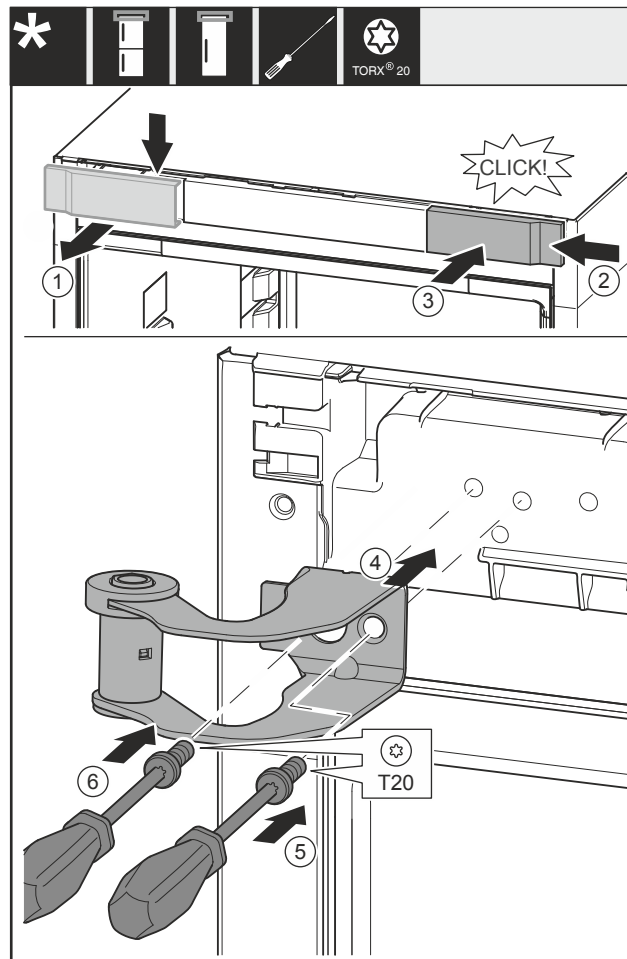

Fig. 36
- Noņemiet pārsegu Fig. 36 (1) no augšas uz priekšu.
- Iekabiniet pārsegu Fig. 36 (2), pagrieztu par 180°, otrajā pusē no labās puses.
- Nofiksējiet pārsegu Fig. 36 (3).
- Pielieciet augšējo gultņa balstu Fig. 36 (4).
- Aizskrūvējiet skrūvi Fig. 36 (5).
- Aizskrūvējiet skrūvi Fig. 36 (6).